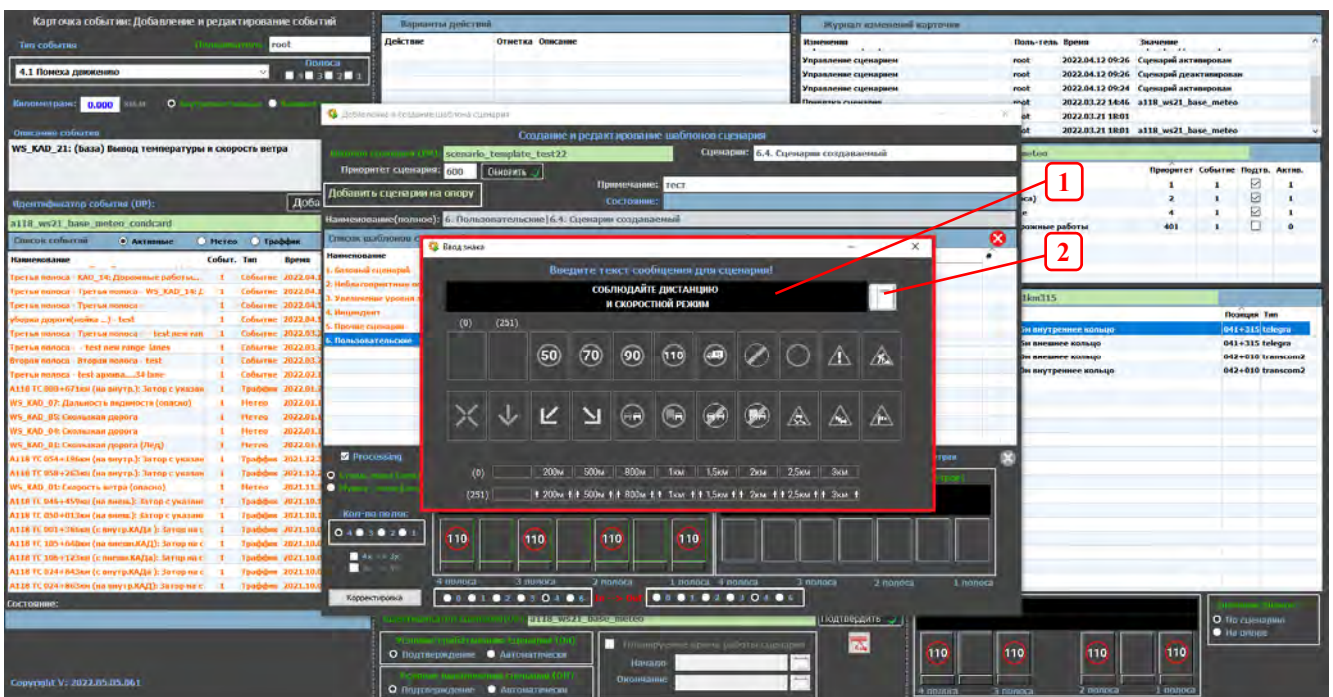

Рисунок 3.5.1.7 Ввод текста
В поле текста (1) набрать необходимый текст и нажать кнопку (2). После этого в поле (3) (см. рис. 3.5.1.3) в блоке «Участок инцидента (менее 300 метров)» появится набранный текст.
– для ЗПИ: навести курсор на соответствующий ЗПИ в блоке «Участок инцидента (менее 300 метров)» (см. рис. 3.5.1.6), нажать ПКМ и далее в открывшейся вкладке выбрать исходя из необходимости: